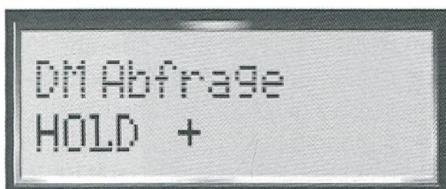

Bild 4. Das Dienstmerkmal «Halten» (HOLD) steht an dem Anschluss zur Verfügung.
In der Regel verläuft der automatische Anschlusstest erfolgreich, und man kann über die Telefonstaste des Argus 2U sofort eine Telefonverbindung zu einer Rufnummer aus dem Rufnummernspeicher aufbauen und damit überprüfen, ob das Dienstmerkmal «Gebührenanzeige» während oder am Ende der Verbindung verfügbar ist. Weitere Dienstmerkmale wie Rufnummernanzeige bzw. -unterdrückung (CLIP, CLIR, COLP, COLR), Halten (HOLD, Bild 4), Umstecken am Bus (TP) oder Anrufweiterleitung (CFU) werden durch automatisierte Testroutinen geprüft, sodass der Anwender sich nicht mit den Details dieser Dienstmerkmale auseinandersetzen muss. Die Tests geben an, ob das Dienstmerkmal verfügbar ist (+) oder nicht (-). Die Nutzung des Dienstmerkmals ist dann Sache des Kundenendgerätes.